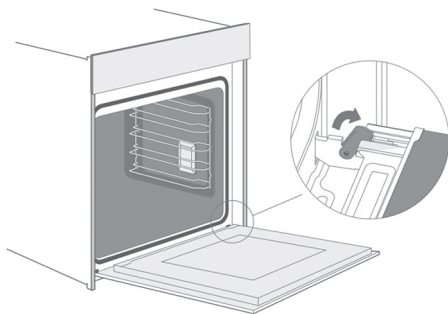

Рис. 2
2. Откройте два фиксирующих рычага слева и справа (рис. 2).